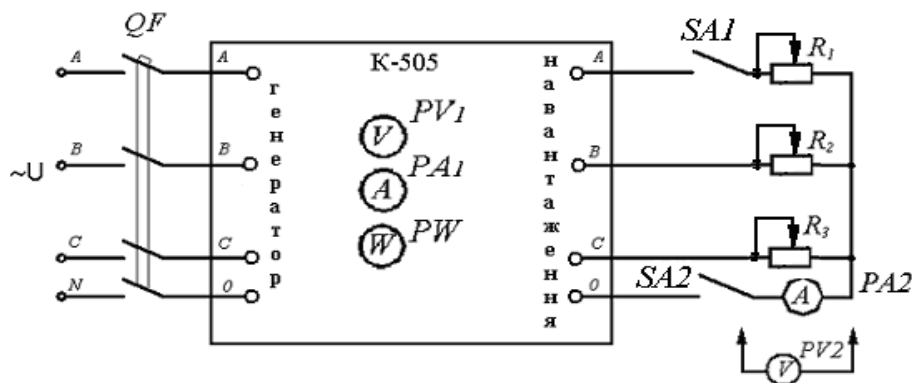

Рис. 5.5 – Електрична принципова схема для дослідження кола трифазного змінного струму при з'єднанні струмоприймачів зіркою
2. Зібрати схему для проведення досліду (рис. 5.5).